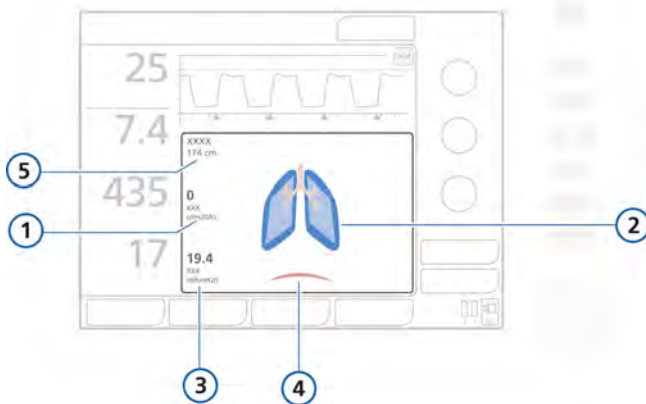

Figura 7-1. Panel Pulm. dinámico
- Aparecerá Pulm. dinámico. Consulte la figura 7-1.